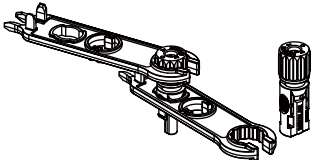

Figura 5.5 Conector com Porca Aparafusada
c) Insira o pino de contato na parte superior do conector e aperte a porca da capa na parte superior do conector, conforme mostrado na figura 5.5.